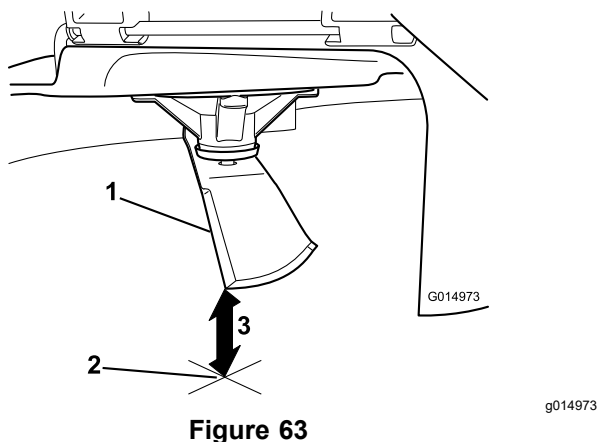

Figure 63
5. Mesurez la distance entre la pointe de la lame et la surface plane (Figure 63).